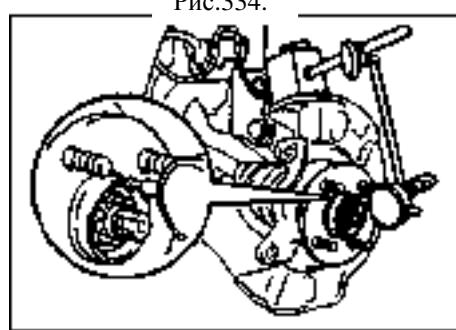

Рис.334.
27. Проверьте осевой зазор подшипника (рис.334).